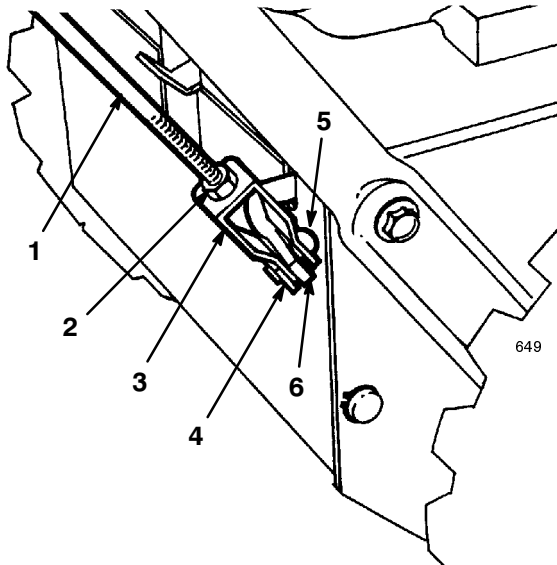

Figure 8
1. Desserrer le contre-écrou au-dessus de la chape sur la tige de commande supérieure (Fig. 8).
2. Alignez les trous de la chape et de la tige de commande inférieure, et insérez l'axe de chape (Fig. 8).
- C. Faites monter ou descendre la chape sur le filetage selon que vous désirez accroître ou réduire l'écart entre la poignée et la manette de tarière/roue hélice (Fig. 8).
6. Quand le réglage est correct, replacez l'axe de chape et attachez-le à l'aide de la goupille fendue (Fig. 8).
7. Serrez l'écrou de blocage pour fixer la chape (Fig. 8).